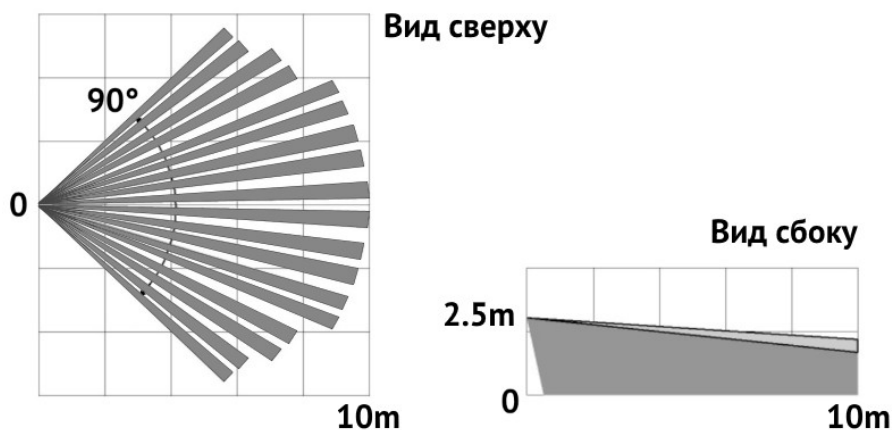

Рисунок 2. Диаграмма зоны обнаружения
1. Выбрать место установки с учетом оценки качества радиосигнала в этом месте (см. раздел 4.3) и диаграммы зоны обнаружения (рисунок 2);